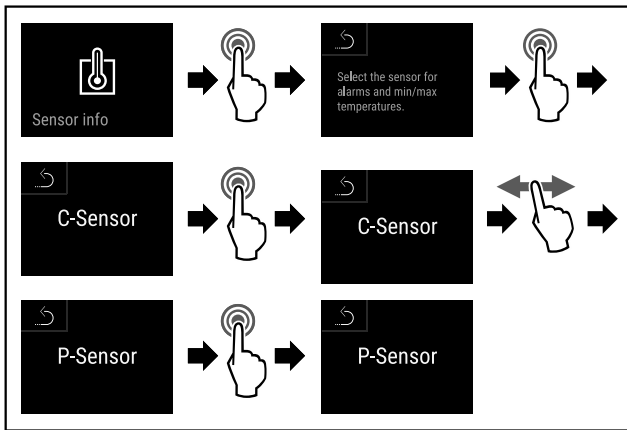

Fig. 174
- ▶ Провести етапи операцій (див. Fig. 174).